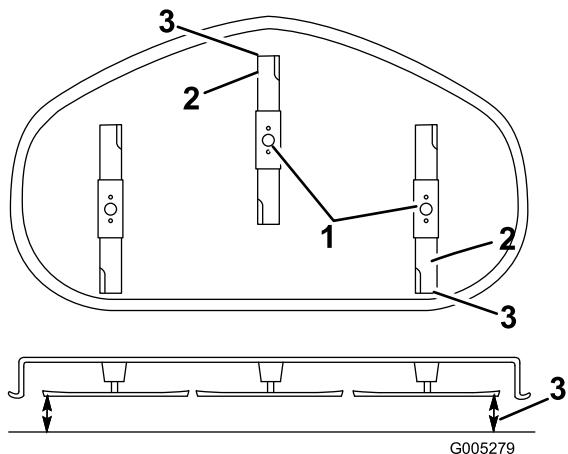

Figura 42
- Ponga la altura de corte en **D** (76 mm) y gire con cuidado las cuchillas hasta que estén alineadas hacia adelante y hacia atrás (Figura 42).
- Mida entre la punta de la cuchilla delantera y la superficie plana y entre la punta de la cuchilla trasera y la superficie plana (Figura 42). Si la punta de la cuchilla delantera no está entre 1,6 y 7,9 mm más baja que la punta de la cuchilla trasera, ajuste la contratuerca delantera.
- Compruebe la inclinación longitudinal de nuevo después del ajuste. Siga ajustando la tuerca hasta que la punta de la cuchilla más avanzada esté entre 1,6–7,9 mm más baja que la punta de la cuchilla más atrasada (Figura 42).